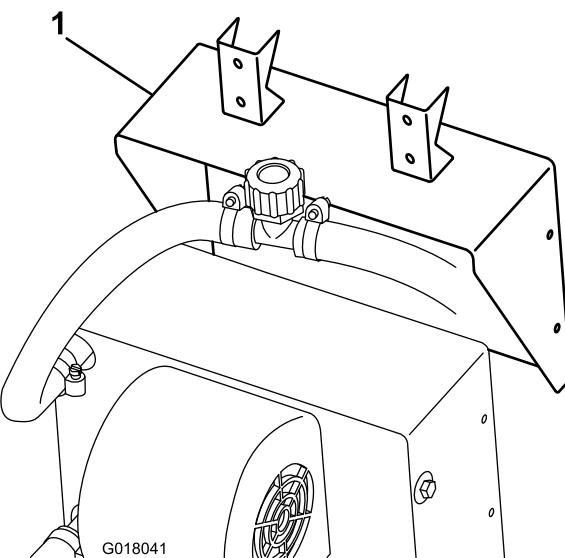

Figura 15
2. Fixe o suporte do aquecedor ao aquecedor utilizando os parafusos fornecidos com o aquecedor (Figura 15).